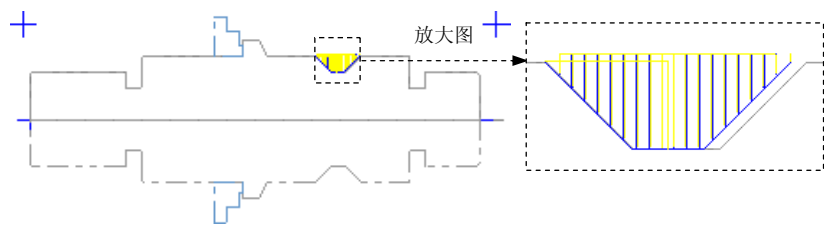

图 19.21 刀具路径
(1) 在“车床-进刀粗车 属性”对话框中选择 T4848 R0.3 OD GROOVE RIGHT - MEDIUM 刀具。
(2) 单击  按钮，系统弹出“Coolant...”对话框，在 **Flood** 下拉列表中选择 **On** 选项，单击该对话框中的  按钮。
(3) 在“车床-进刀粗车 属性”对话框单击  选项卡，切换到“径向粗车参数”界面，在 **切槽上的素材** 文本框中输入 0.0。其余参数接受系统默认设置值。
(4) 在“车床-进刀粗车 属性”对话框单击  选项卡，切换到“径向精车参数”界面，在 **Corner Dwell** 区域选中  单选项，然后在 **Corner Dwell** 文本框中输入 2.0；单击  按钮，系统弹出“Lead In”对话框，在 **第一个路径引入** 选项卡的 **自动计算向量** 区域选中  复选框；单击 **第二个路径引入** 选项卡，在 **自动计算向量** 区域选中  复选框；单击“Lead In”对话框中的  按钮，关闭“Lead In”对话框。
Step4. 在“车床-进刀粗车 属性”对话框中单击  按钮，完成加工参数的设置，此时系统将自动生成图 19.21 所示的刀具路径。